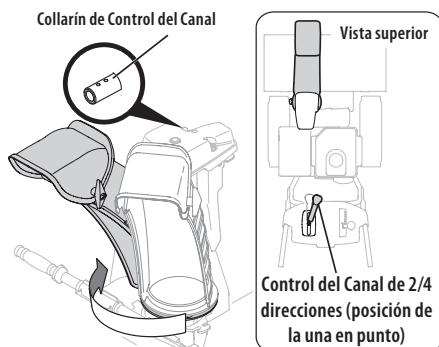
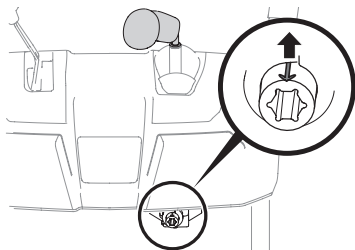

Figura 16
Figura 17
4. Oprima el disparador que está sobre el control del canal de 2 direcciones/4 direcciones y rote el canal a mano para que quede mirando hacia adelante. Los orificios del collarín de control del canal estarán mirando hacia arriba (Figura 16).
5. Gire el control del canal de 2 direcciones/4 direcciones hasta la posición de la una en punto (Figura 16) de modo que la flecha indicadora que está sobre el piñón diferencial debajo de la manija del control mire hacia arriba (Figura 17).